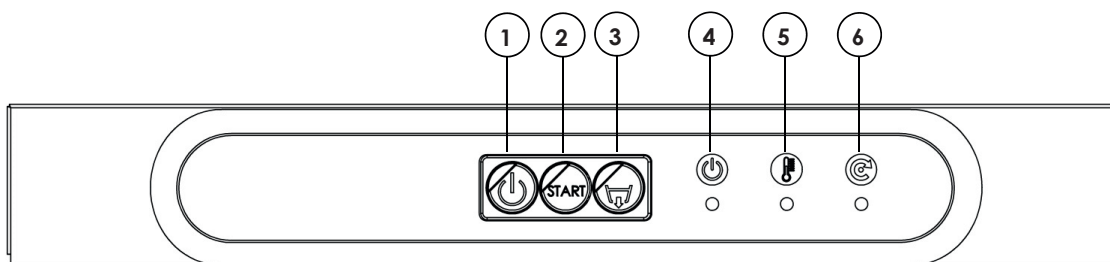

Abb. 14b
3. Den Geschirrspüler vollständig entleeren, wenn er mit einer Ablasspumpe versehen ist, die Ablasspumpe durch Gedrückthalten der TASTE ABLASSPUMPE (3 Abb. 14B, 14c) betätigen.